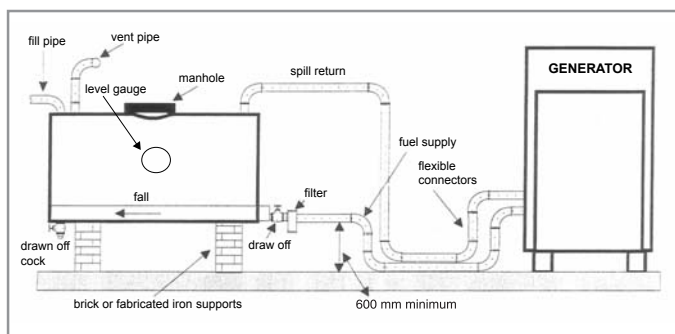

Рис. 6.1. Без промежуточного топливного бака
6.5. Установка без промежуточного бака (Рис. 6.1.)
Простейшим решением является подача топлива в двигатель непосредственно из резервуара для хранения и возврата перелившегося объема из инжектора в резервуар. Это решение дано на Рис. 6.1. Принципиальные ограничения данного метода таковы: для подачи топлива в двигатель самотеком необходимо расположить выпуск резервуара не менее, чем на 600 мм выше отметки основания установки.